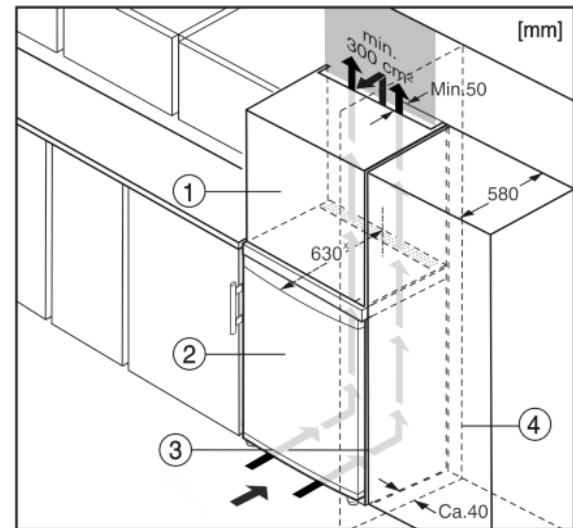

Fig. 5
L'appareil peut être entouré de meubles de cuisine. Pour adapter l'appareil Fig. 5 (2) à la hauteur des placards de cuisine intégrée, on peut placer un élément haut Fig. 5 (1) au-dessus de l'appareil.
Lors de la transformation avec des placards de cuisine (profondeur max. 580 mm), l'appareil peut être placé directement à côté du placard de cuisine Fig. 5 (3). L'appareil dépasse latéralement de 34 mm\* et de 50 mm\* au centre de l'appareil par rapport à la face avant du placard de cuisine.
Si l'appareil est installé avec les charnières à côté d'un mur Fig. 5 (4), la distance entre l'appareil et le mur doit être de 40 mm min. Ceci correspond à la saillie de la poignée lorsque la porte est ouverte.